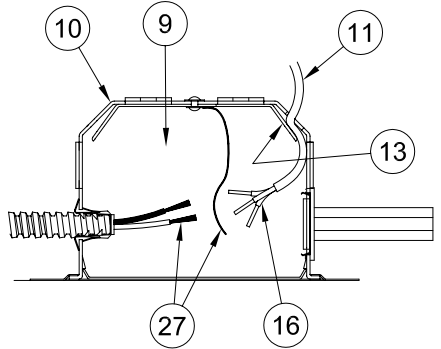

Fig. 3
2.- Retire la cubierta (9) de la caja de empalmes (10). Pase el cable tipo NM (Romex) (11) por el agujero deseado en la caja de empalmes (10) por encima de la placa de retención (13). Asegure la posición del cable (11) con la placa de retención (13). (Vea Fig. 3)
3.- En caso de que se usa un cable otro que el tipo NM (Romex), retire un tapón grande (15) en la posición deseada en la parte superior o los lados de la caja de empalmes (10). Introduzca el cable de suministro eléctrico adecuado en la caja de empalmes y asegure su posición en la caja con el conector adecuado certificado por UL (NO INCLUIDO).
4.- Conecte los alambres del aparato de luz (27) a los alambres del suministro (16) como se muestra en el diagrama de cableado. Utilice los conectores UL certificados (NO INCLUIDOS).
5.- Después de terminar el cieloraso, baje la caja (6) hasta que esté a ras del cieloraso.
6.- Para proporcionar acceso a la caja de empalmes (10), después de acabar con el techo, retire los tres tornillos (24), los cuales mantienen la cubierta (6) en lugar. Baje la cubierta. Retire el tornillo (21) y la puerta de acceso (22), ubicados dentro del aparato de luz. Ahora se puede retirar la cubierta de la caja de empalmes (9) para efectuar el servicio.
2.- Retirez le couvercle (9) de la boîte de dérivation (10). Faites passer le câble de type NM (Romex) (11) par le trou désiré dans la boîte de dérivation (10), le quel se situe au-dessus de la plaque de retenue (13). Maintenez la position du câble (11) à l'aide de la plaque de retenue (13). (Voir Fig. 3)
3.- Si un câble autre que celui de type NM (Romex) s'utilise, ouvrez une grande débouchure (15) à l'endroit désiré sur le haut ou les côtés de la boîte de dérivation (10). Insérez le câble d'alimentation électrique adéquat dans la boîte de dérivation et serrez en place à l'aide d'un connecteur adéquat homologué UL. (NON FOURNI).
4.- Reliez les fils du dispositif (27) aux fils de l'alimentation (16) selon le diagramme de câblage. Utilisez les coinçeurs de relais homologués UL (NON FOURNIS).
5.- Après avoir fini le plafond, faites abaisser le logement (6) jusqu'à ce qu'il reste au ras du plafond.
6.- Pour avoir accès à la boîte de dérivation (10) quand le plafond est terminé, retirez les trois vis (24) qui conservent la position du logement (6). Faites baisser le logement. Retirez l'écrou (21) et la porte d'accès (22), ceux que se trouvent à l'intérieur du dispositif d'éclairage. Maintenant le couvercle de la boîte de dérivation (9) peut être retiré pour effectuer l'entretien.